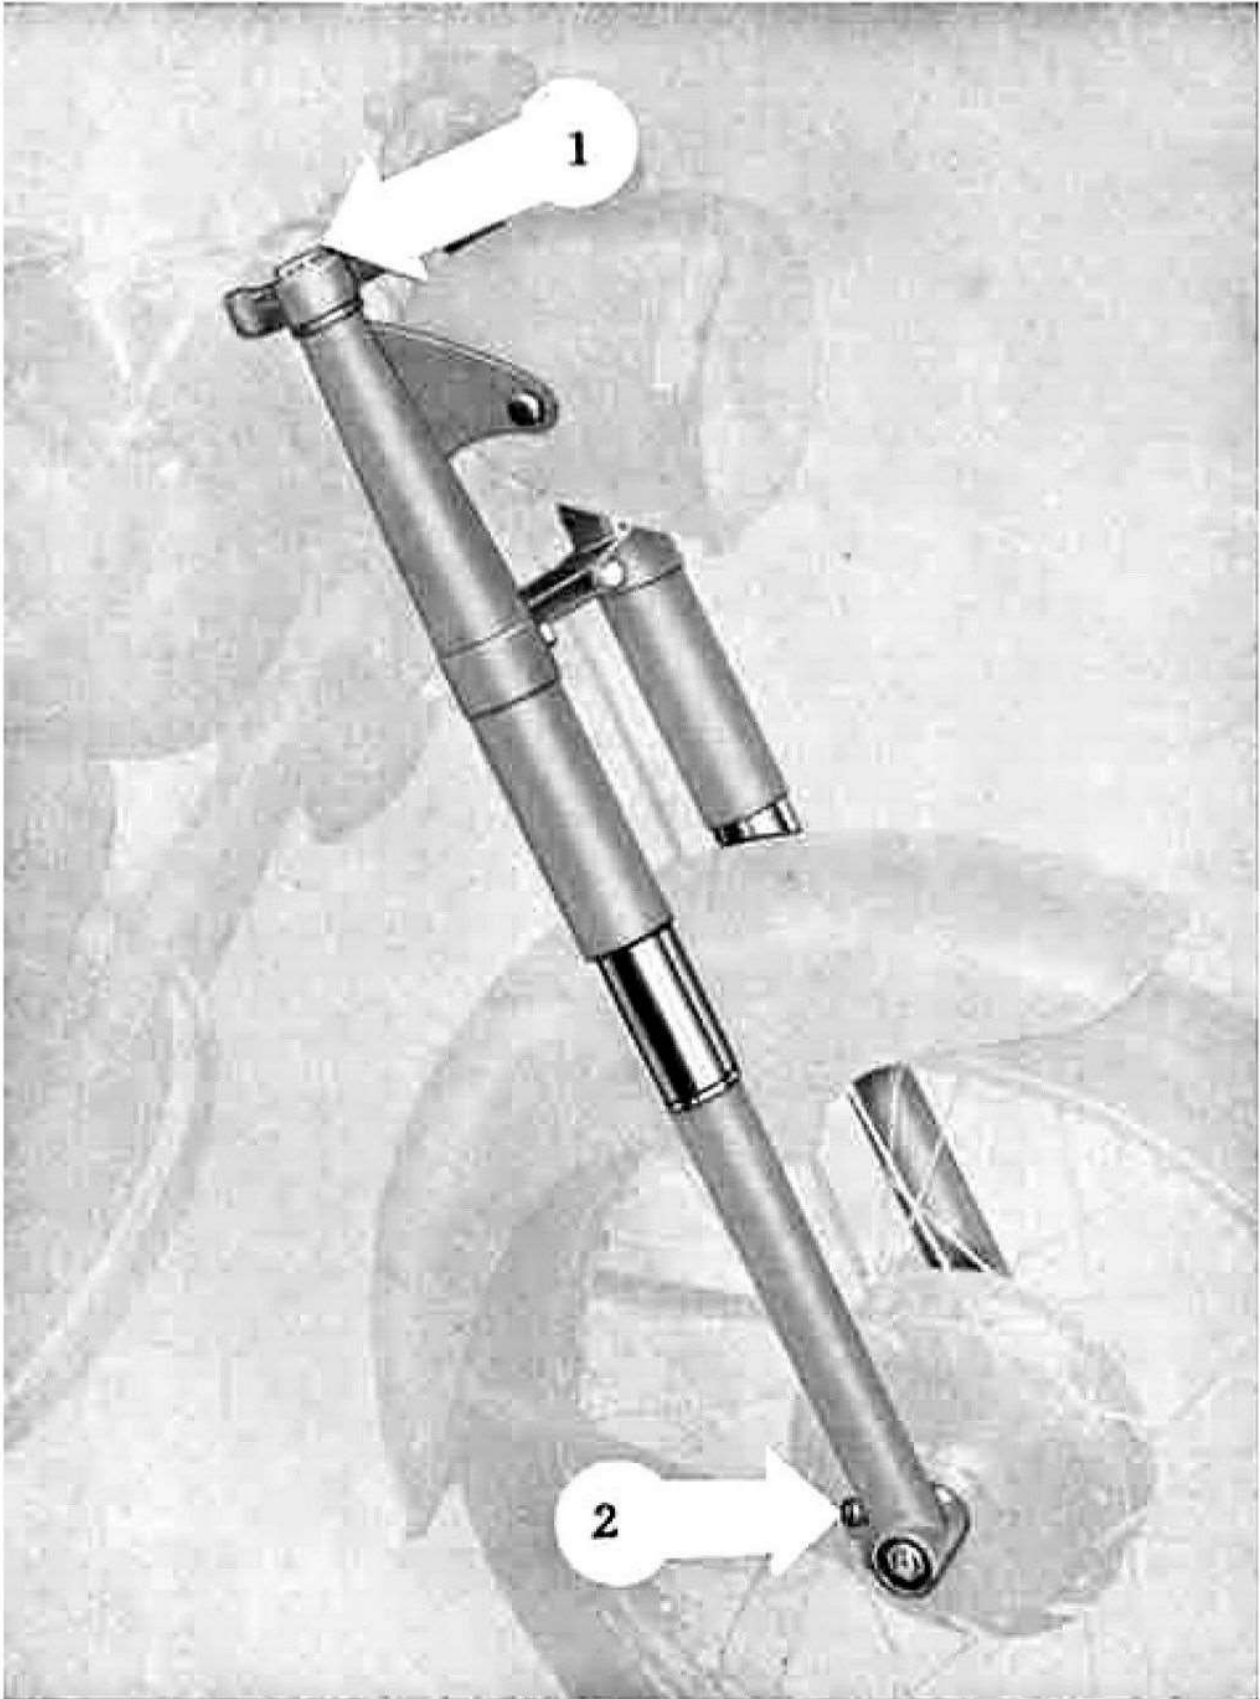

Fig. 18
4. Sospensione anteriore (vedi fig. 18)